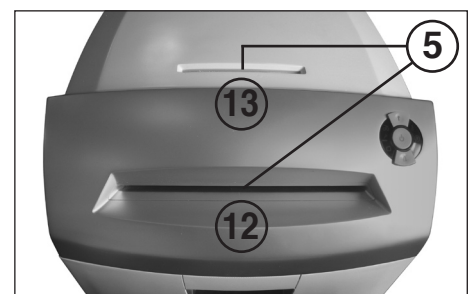

Fig. 3
5 = Barrera fotoeléctrica (avance) (Fig. 3)
12 = Ranura de alimentación de papel (Fig. 3)
13 = Ranura de alimentación de seguridad (Fig. 3)
Introduzca **papel** por la ranura de alimentación de papel (12) (Fig. 3) al mecanismo de corte.
Introduzca los **soportes de datos** (CD, DVD o tarjeta de crédito), uno a uno, por la ranura de alimentación de seguridad, dispuesta separadamente, (13) (Fig. 3) al mecanismo de corte.